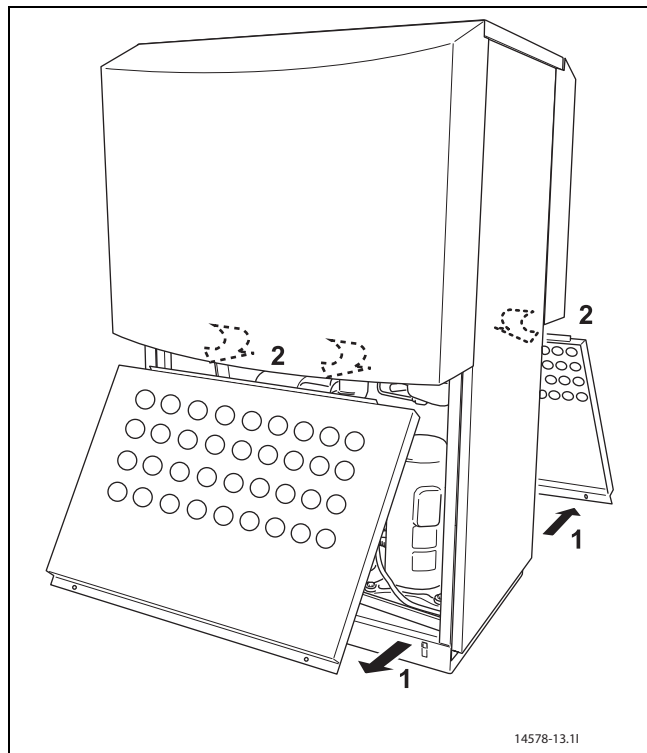

Bild 7 A9 - A15
- ▶ Demontera först serviceluckan (→ Bild 7).